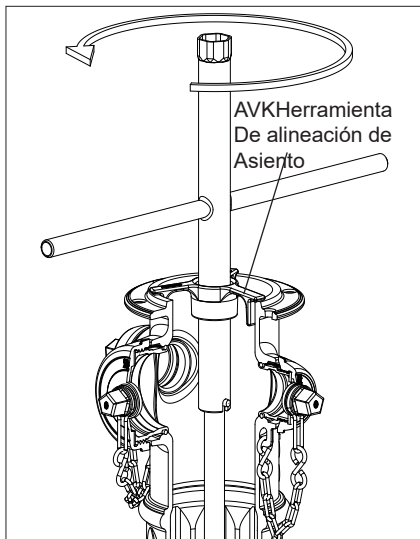

Fig. 7G
7. Para retirar el anillo del asiento de la válvula (F51) y el conjunto de la válvula principal, deslice la llave del asiento AVK (Fig. 7G) sobre la barra del vástago superior (F16) y enganche el pasador de extracción del asiento. Gire la herramienta hacia la izquierda (aproximadamente 6 vueltas) hasta que el anillo del asiento de la válvula se haya desenganchado del anillo de drenaje (F54).
NOTA: Para enterreros más profundos, y está disponible la herramienta opcional de alineación de la llave del asiento AVK. (Ver Fig. 7G)